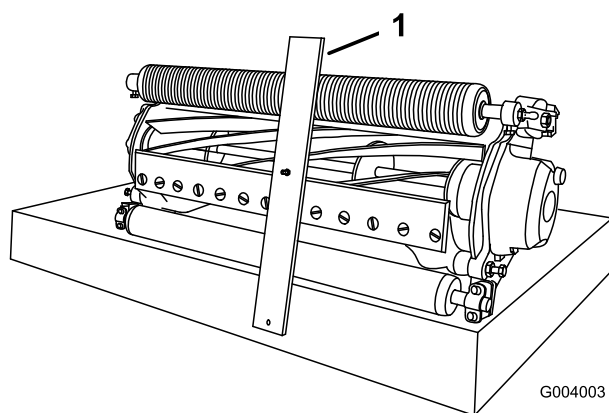

Figura 16
3. Agganciate la testa del bullone sul tagliente della controlama e appoggiate l'estremità posteriore della barra sulla parte posteriore del rullo (Figura 16).